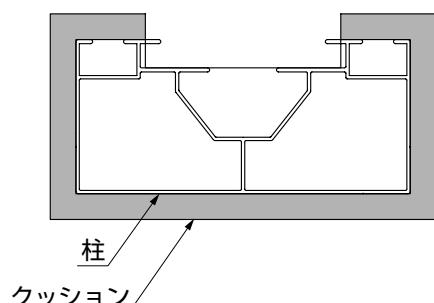

図2-13
②柱固定アンカー埋込み後は、あて木をし、気温が5~10°C未満の場合は48時間、10~35°Cの場合は24時間、柱が動かないようにしてください。
③柱固定アンカーが硬化した後に、図2-13の■をカッター等で切取ってください。